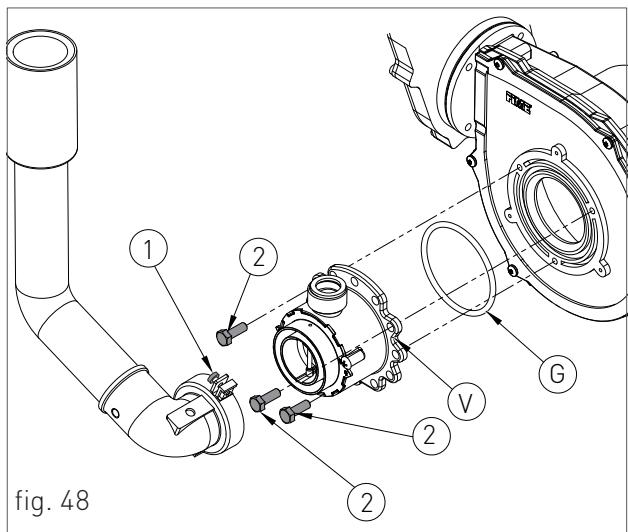
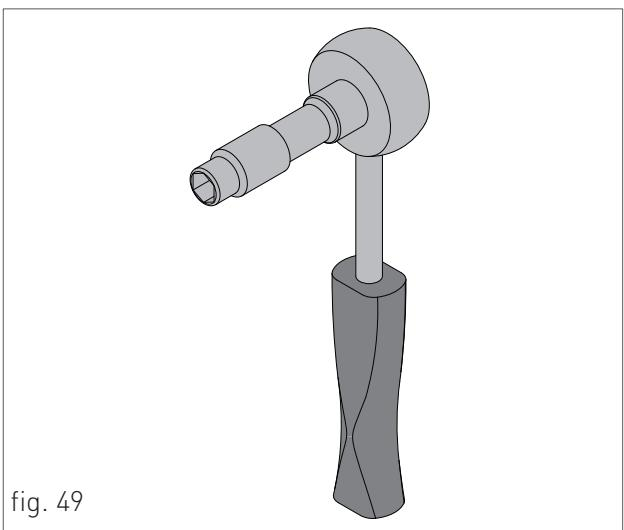

fig. 48
fig. 49
- › desserrer les deux vis '1' (fig. 48) du collier de fixation et retirer le tuyau d'aspiration de l'air ;
- › dévisser les trois vis de fixation '2' (fig. 48) du venturi 'V' (fig. 48) à l'aide d'une clé de 10 comme indiqué à la figure 49 ;
- › remonter les composants en suivant les opérations de démontage dans le sens inverse en veillant à ce que le joint 'G' soit remonté comme indiqué à la fig. 48 ;